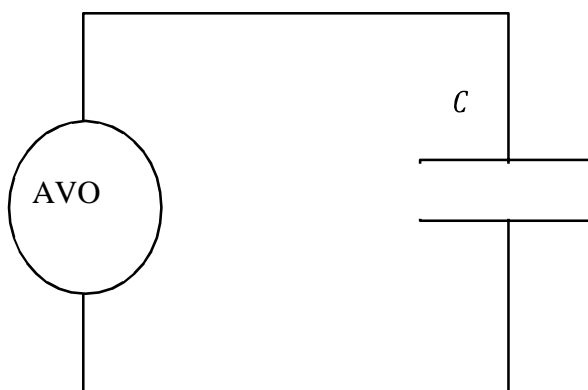
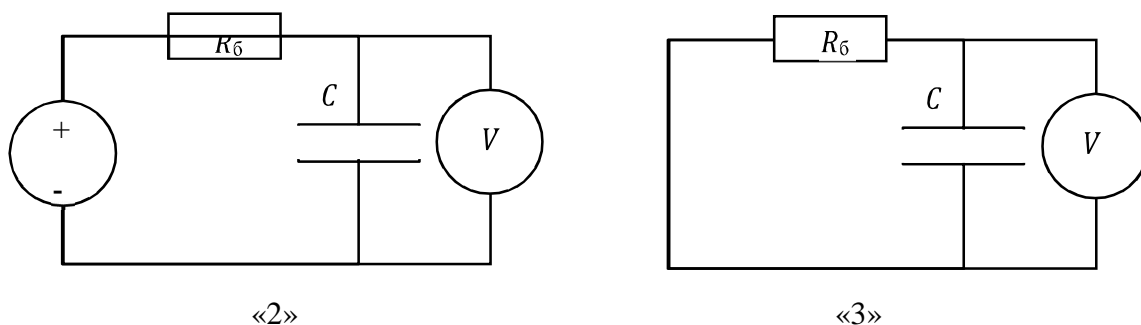

Рисунок 4.1 – Измерение температурной зависимости емкости конденсатора
Рисунок 4.2 – Исследование процесса зарядки и разрядки конденсатора:
3. Поместить конденсатор Y5V в нагревательный элемент, подключить выводы конденсатора к шинам, к этим же шинам подключить мультиметр DT890B+. Собранный схема должна соответствовать рис. 4.1.
7. Для измерения процесса зарядки и разрядки конденсатора с емкостью 1000 мкФ с резистором  $R_{61}$  собрать схему в соответствии с рис. 4.2. При подключении соблюдать полярность конденсатора (красный провод к
1. Цель работы, схемы измерений (рис. 4.1 и рис. 4.2).